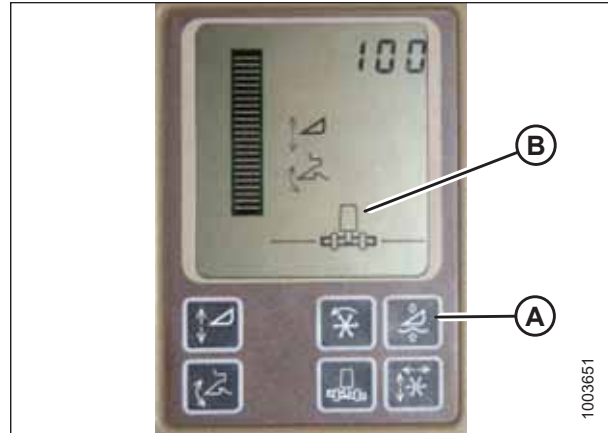

Figura 4.68: Monitor da colheitadeira John Deere
NÃO use a função de flutuação ativa da plataforma (A) combinada ao controle automático da altura da plataforma (AHC) MacDon. Um sistema neutralizará o outro. O símbolo da plataforma (B) em exibição **NÃO** deve apresentar uma linha ondulada abaixo dele e deve se parecer exatamente como mostrado na ilustração do monitor de controle ativo da plataforma na figura 4.68, página 124.